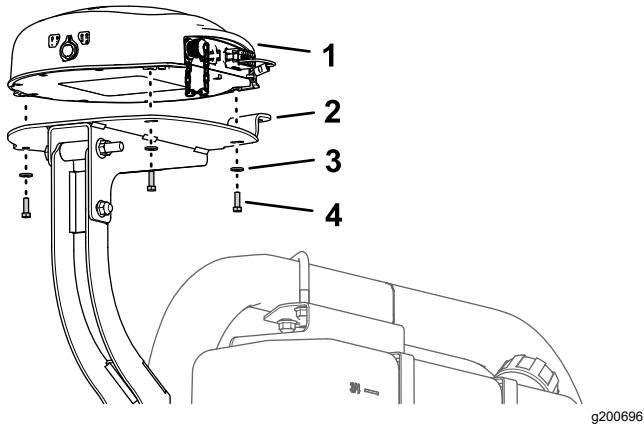
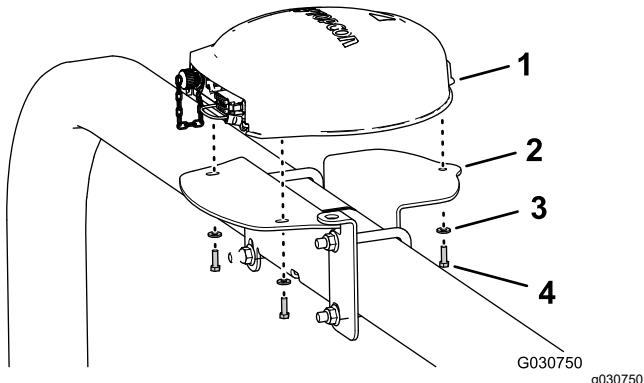

Figura 49
Figura 50
1. Retire los 3 tornillos (5 mm x 16 mm) y las 3 arandelas (5 mm) que sujetan el receptor de navegación al soporte del receptor (Figura 49 o Figura 50).